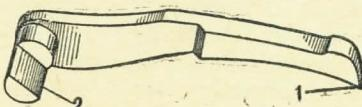

Рис. 15. Собачка:
**16. Собачка** (рис. 15) удерживает барабан от вращения влево при спущенном курке, поворачивает барабан на  $\frac{1}{7}$  часть окружности и подает его в переднее положение при взведении курка; собачка своей осью помещается в отверстии